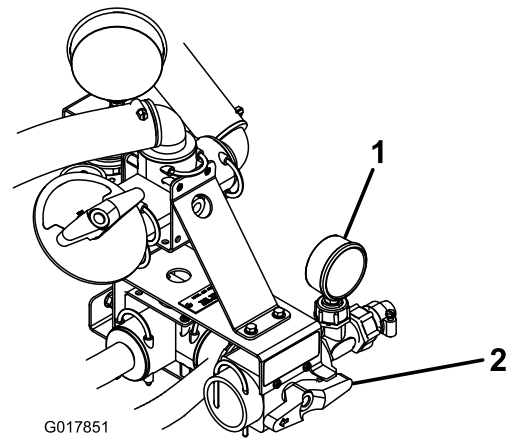

Figura 19
3. Gire el pomo rojo de la cara de la válvula de control a la posición de Pulverización Manual (Figura 19).
Nota: Utilice el manómetro situado a la derecha de la válvula de control mientras gira el pomo rojo para obtener el nivel deseado de presión en pulverizador manual (Figura 19).
2. Gire el pomo rojo de la cara de la válvula de control a la posición de Pulverización de los Brazos (Figura 19).